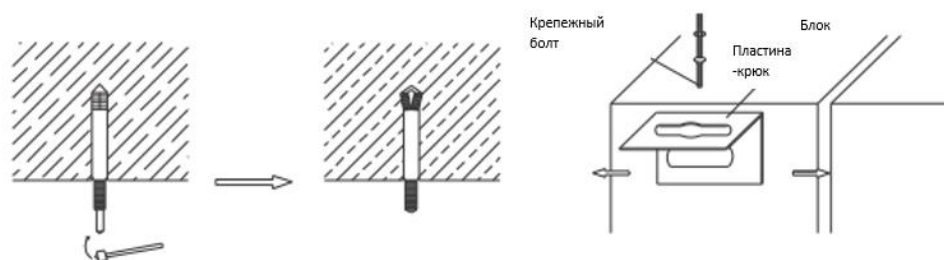

Рисунок 16
- c. Внутренний блок монтируется на потолке, см. рис. 16.